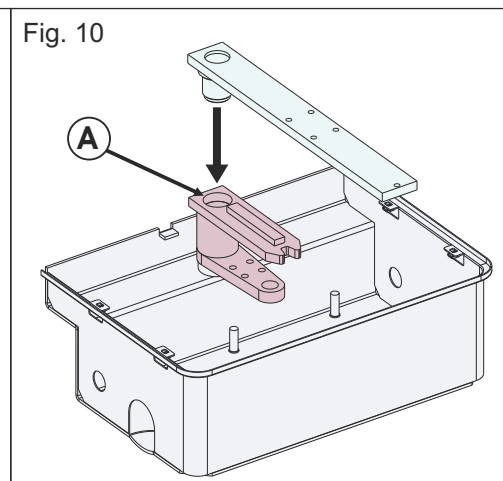

Fig. 10
**2.7.** Engrase abundantemente el orificio «A» e inserte la varilla de soporte de la hoja (Fig. 10)